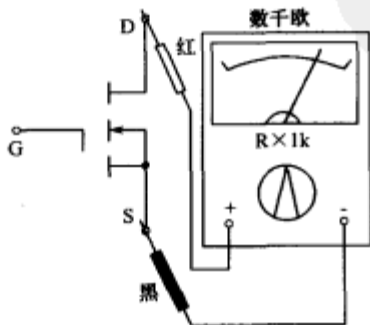

图 6-10 测 VMOS 的 R_{DS}
(1)将万用表置于 $R \times 1k$ 挡。先将被测 VMOS 管的栅极 G 与源极 S 用镊子短接一下,然后将红表笔接漏极 D,黑表笔接源极 S,所测阻值应为数千欧。具体操作如图 6-10 所示。